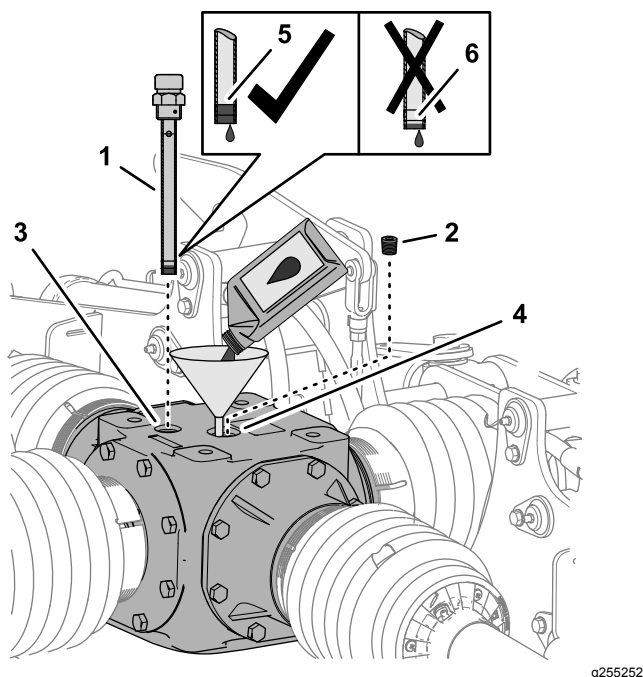

Рисунок 55
1. Извлеките масломерный щуп из отверстия в верхней части среднего редуктора и на чисто протрите щуп (Рисунок 55).
- Выверните пробку из заливного отверстия в верхней части редуктора (Рисунок 55).
- Долейте 1774 мл трансмиссионного масла указанного типа в редуктор через заливное отверстие (Рисунок 55).
- Заверните масломерный щуп в отверстие, выверните щуп и проверьте уровень масла по щупу (Рисунок 55).
- Заверните масломерный щуп в заливное отверстие и затяните его (Рисунок 55).
- Заверните пробку в заливное отверстие и затяните ее (Рисунок 55).